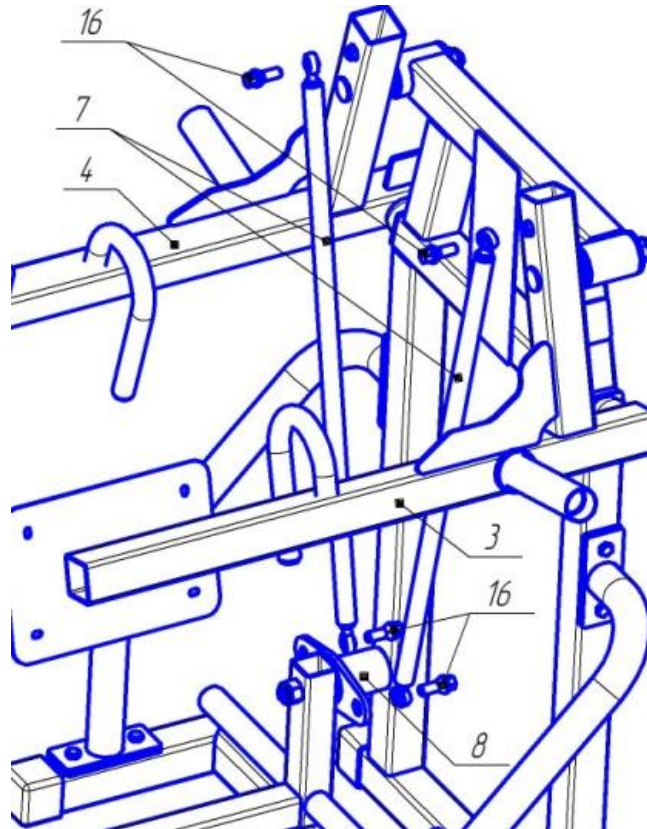

Рис.12 Схема монтажа тяг.
10. Смонтировать дет. поз.7 (Тяга) 2шт., присоединив верхний наконечник шарнирный к соответствующему рычагу поз.3, 4, нижний наконечник шарнирный к пластине поз.8 при помощи поз.16 (Болт колесный М12х1,25х27) 4шт. Схему монтажа см. рис.12.